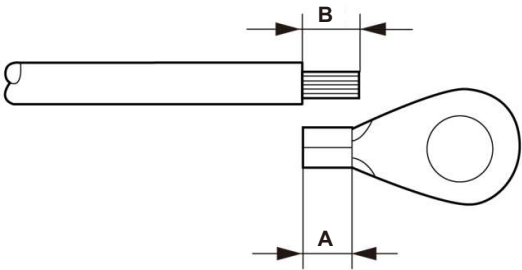

图5.8 剥线长度
- 3) 利用剥线钳将接地线缆的绝缘层剥去适合的长度（如图5.8）。